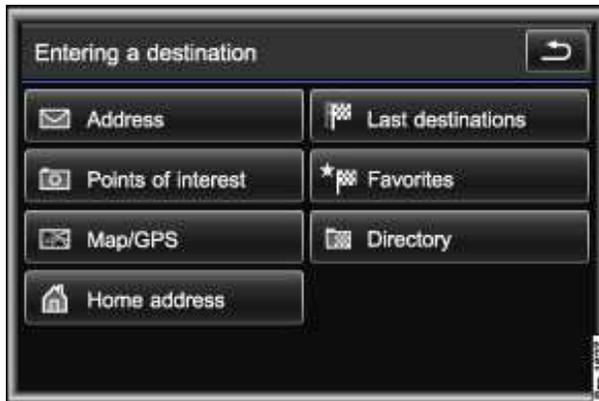

Fig. 176 Destination entry menu.
- Press the *Last destinations* function key ⇒ fig. 176.